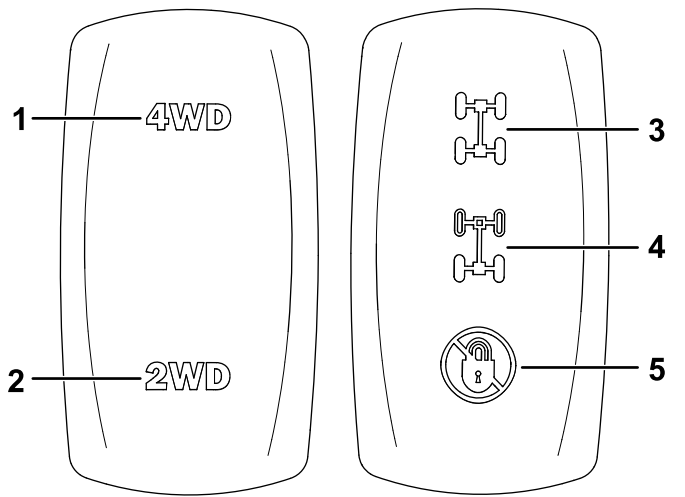

Figura 73
2. Premete l'interruttore trazione a 2 ruote motrici/integrale (Figura 73) verso l'alto per attivare la trazione integrale.
Togliete il piede dal pedale dell'acceleratore, e disattivate la trazione integrale premendo l'interruttore trazione a 2 ruote motrici/integrale verso il basso (Figura 73).
2. Premete l'interruttore di blocco differenziale in posizione centrale per attivare il blocco differenziale posteriore (Figura 73).
Premete l'interruttore di blocco differenziale verso l'alto per attivare il blocco differenziale anteriore e posteriore (Figura 73).
Togliete il piede dal pedale dell'acceleratore e disattivate il blocco del differenziale premendo l'interruttore di blocco differenziale verso il basso (Figura 73).